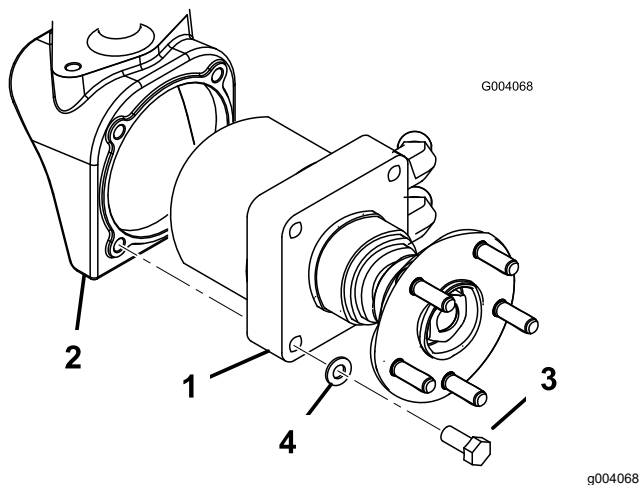

Рисунок 3
- Установите соответствующий привод колеса в сборе в каждую колесную арку, закрепив 4 болтами (1/2 x 2-1/4 дюйма) и стопорными шайбами (1/2 дюйма) (**Рисунок 3**). Затяните болты с моментом от 95 до 108 Н•м.